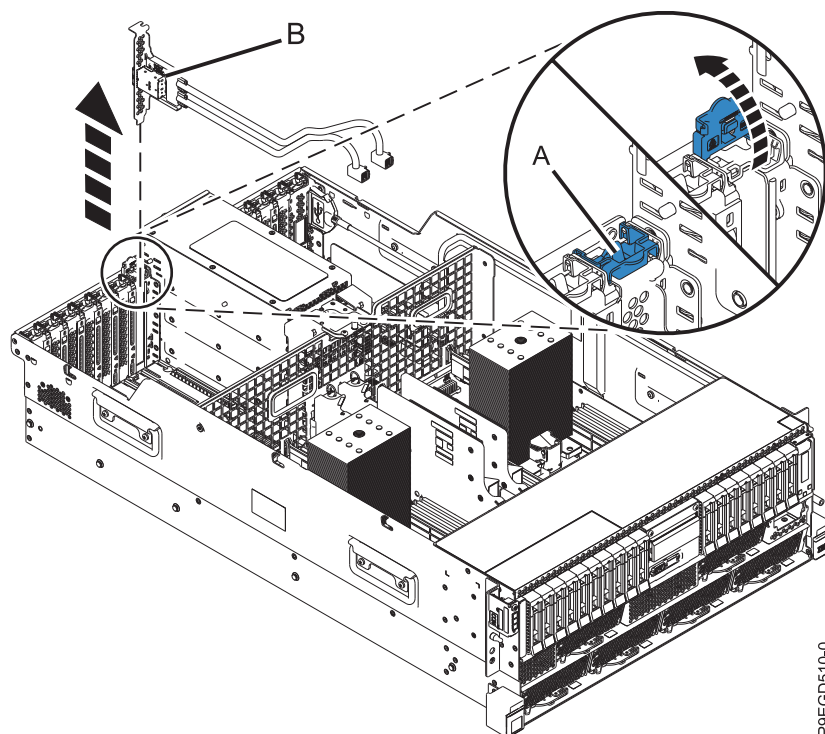

Figure 5. Retrait de l'adaptateur de câble SAS arrière
4. A l'arrière du système, dégagez le crochet de retenue PCI (A) de l'emplacement P1-C6. Ensuite, soulevez et retirez l'adaptateur de câble SAS arrière (B). Voir la figure 5, à la page 7. Assurez-vous que le câble SAS avant ne se coince pas dans un composant pendant que vous soulevez la carte interne SAS arrière pour la sortir de son emplacement.